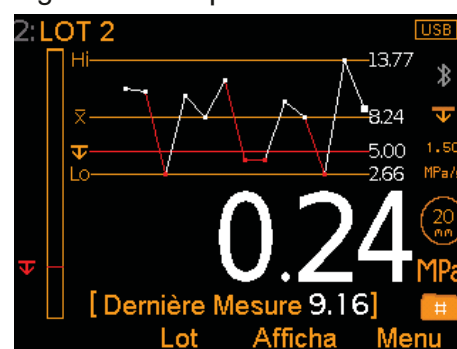

Fig. 4: Graphe échelle
- **Graphe échelle (Fig. 4)**; il s'agit d'une représentation graphique de l'augmentation de la pression appliquée au cours du test. Elle est basée sur la force de traction définie pour le test ou le lot, et est tracée en temps réel.